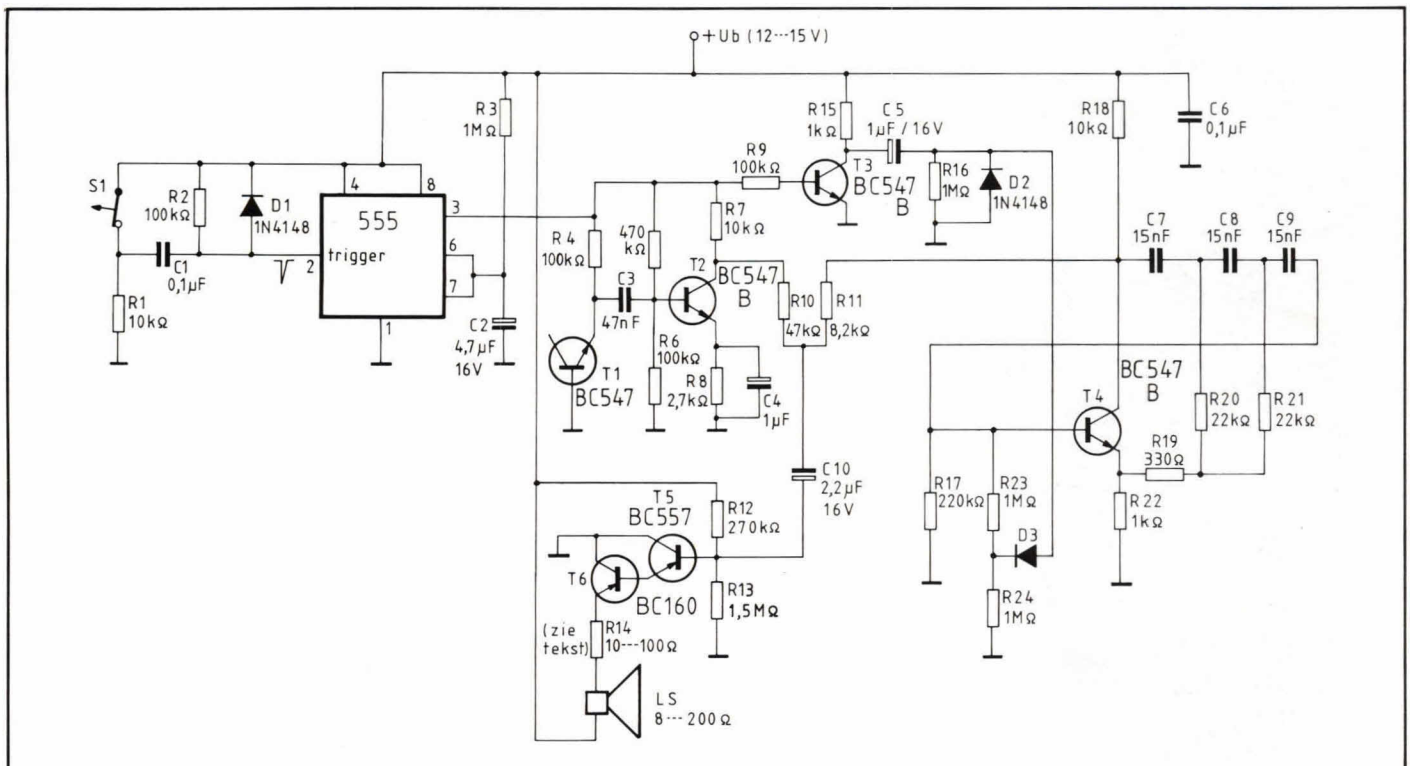

Fig. 4. De complete schakeling voor het opwekken van ruis en knal.
Fig. 4 geeft de hele schakeling voor het opwekken van een sis- en plofgeluid. In serie met de voedingsspanning (+Ub) moet natuurlijk een voedingsschakelaar worden opgenomen, anders worden we arm aan batterijen. Het is ook mogelijk om S1 weg te laten (kortsluiten) en de schakeling te starten via de voedingsschakelaar (of een drukknop met een verbreekcontact). In dat geval is echter het nadeel aanwezig dat de ruis steeds even sterk blijft. Als in fig. 4. S1 opent zal IC1 worden getriggert. Punt 3 van IC1 wordt nu gedurende ca 5 seconden positief. Dit punt levert de voeding voor T1 (ruisbron) en T2 (de ruisversterker). De opgewekte ruis zal nu, via T2, worden versterkt en komt, via R10 en C10, op de basis van T5. T5 en T6 vormen samen een darlington emittervolgter. Zo'n trap levert alleen een grote stroomversterking. Deze versterkte stroom komt, via R14, op de luidspreker (LS). Om te veel ruststroom te vermijden is trap T5/T6 asymmetrisch ingesteld m.b.v. weerstand R12 en R13. Een PNP-eindtrap is hier noodzakelijk, omdat de sinusgolfsturing negatiefgaand is en door gebruik van PNP-transistoren deze darlingtontrap volledig open kan sturen, zonder dat een grote ruststroom nodig is. Afhankelijk van de luidsprekerimpedantie van LS kan de grootte van R14 worden